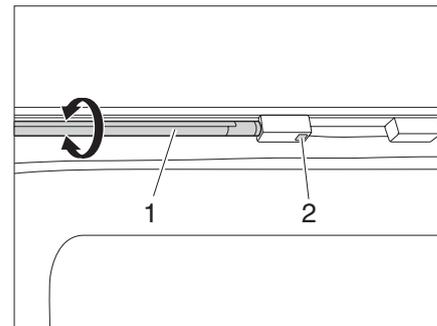

Fig. 45 Réglette d'éclairage LED
- ▶ Allumer/éteindre la réglette d'éclairage LED (Fig. 45,1) avec l'interrupteur (Fig. 45,2).
- ▶ Saisir la réglette d'éclairage LED (Fig. 45,1) par le corps de luminaire et la tourner.